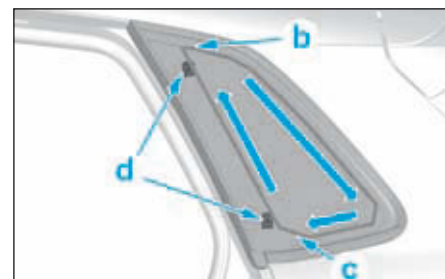

FIG.11
- Sauter les pions d'indexage en (d) lors de la découpe entre les zones (c) et (b) (Fig.11).